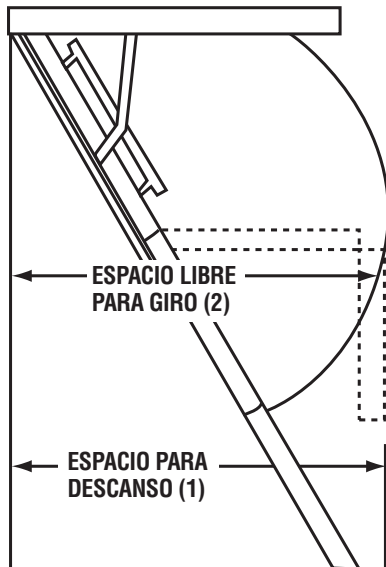

FIGURA 1 - ESCALERA DE MADERA
- Deje un área suficiente para el espacio para el descanso seguro de la parte inferior de la escalera. Verifique que haya suficiente espacio libre para la oscilación de la escalera, cuando ésta sea desdoblada a su longitud total (vea en la FIGURA 1 "espacio para descanso" y "espacio libre para giro"; iguale las alturas del techo mostradas en la caja de empaque con la misma altura del techo en la TABLA A, para determinar los requerimientos correctos para los espacios para descanso y espacio libre para giro).